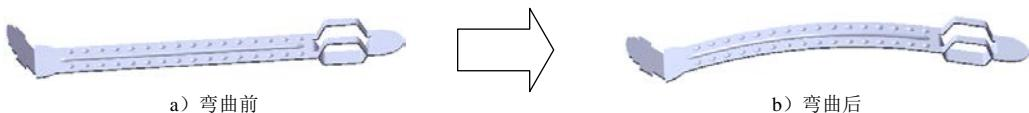

图 15.3.47 弯曲 1
Step12. 创建图 15.3.47 所示的零件基础特征——弯曲 1。
(1) 选择命令。选择下拉菜单 **插入(I)** → **特征(E)** → **弯曲(C)...** 命令。
(2) 选取弯曲实体及类型。选取整个模型作为弯曲实体，在 **弯曲输入(E)** 区域选中 **折弯(B)** 单选项。
(3) 定义弯曲参数，在 **弯曲输入(E)** 区域选中 **粗硬边线(H)** 复选框，在 **文本框** 中输入角度 -30.0。
(4) 定义剪裁基准面。在 **剪裁基准面 1** 区域的 **文本框** 中输入基准面 1 的剪裁距离值 12.5，在 **剪裁基准面 2** 区域的 **文本框** 中输入基准面 2 的剪裁距离值 4.5。
(5) 单击  按钮，完成弯曲 1 的创建。